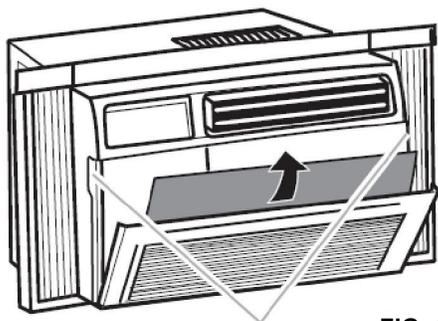

FIG. 15
1. Retirez le filtre en tirant vers le bas les renforcements situés sur la porte du filtre, sur l'avant de l'unité. (Voir FIG. 15)